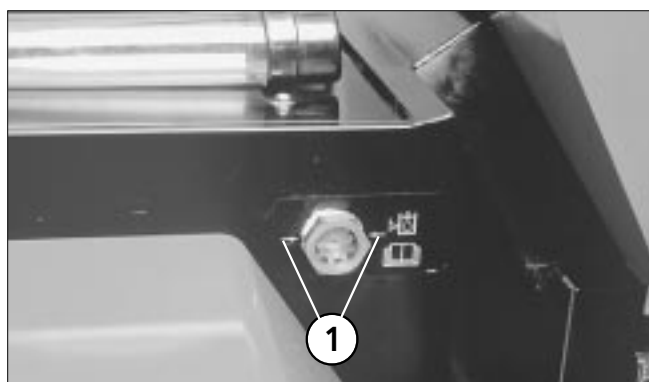

図6
1. オイル点検窓（図6）からオイル量を点検します。オイルが熱い時は両側の矢印まで、冷えている時はそれよりも6 ~ 12 mm下までであればOKです。